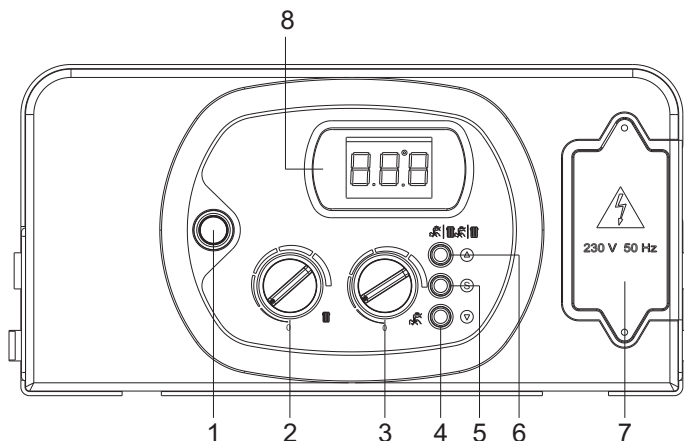

Abb. 1
- den Hauptschalter 1 (Abb. 1) auf Position "OFF" stellen.
- erfolgt eine Anforderung des Frostschutzes, so erscheint am Display 8 (Abb. 1) die Zahl Nr. "8". Der Heizbetrieb wird gestartet und schaltet sich bei Erreichen von +30°C Vorlaufftemperatur wieder aus.